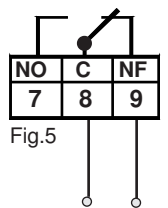
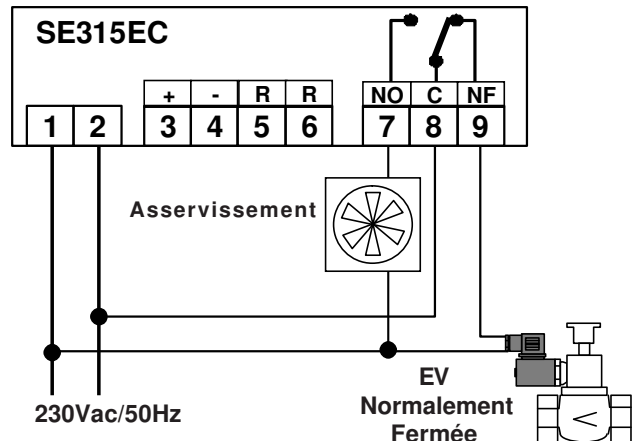

Fig.5
Fig.6
**LOGIQUE POSITIVE :** dans ce cas la bobine du relais est maintenue constamment alimentée (Fig.5) de manière à assurer une sécurité de type positive sur le fonctionnement du relais. Idéale pour les électrovannes de type N.F. (normalement fermée, Fig.6).